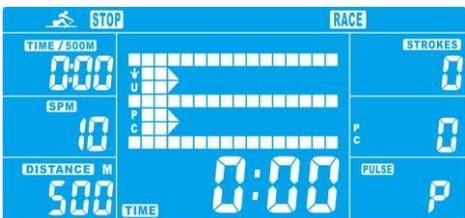

Figure10
7.1 Appuyer sur le bouton UP (augmenter) ou DOWN (diminuer) pour sélectionner le mode Race (compétition) (figure 10) et appuyer sur ENTER pour confirmer.